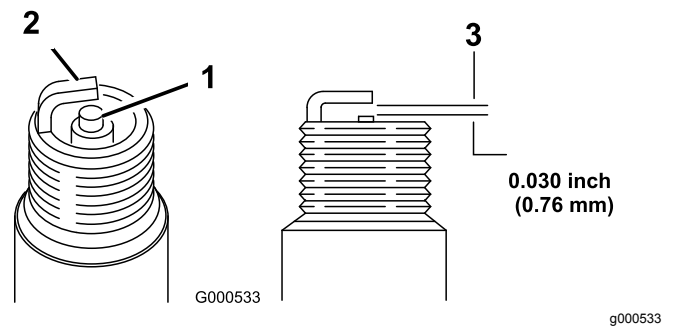

Figure 33
5. Réglez l'écartement des électrodes à 0,76 mm, comme montré à la Figure 33.